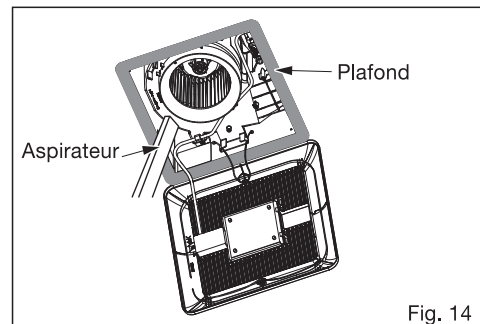

Fig. 14
3. Utilisez un aspirateur pour retirer toute poussière et saleté sur le boîtier du ventilateur. (Fig. 14)